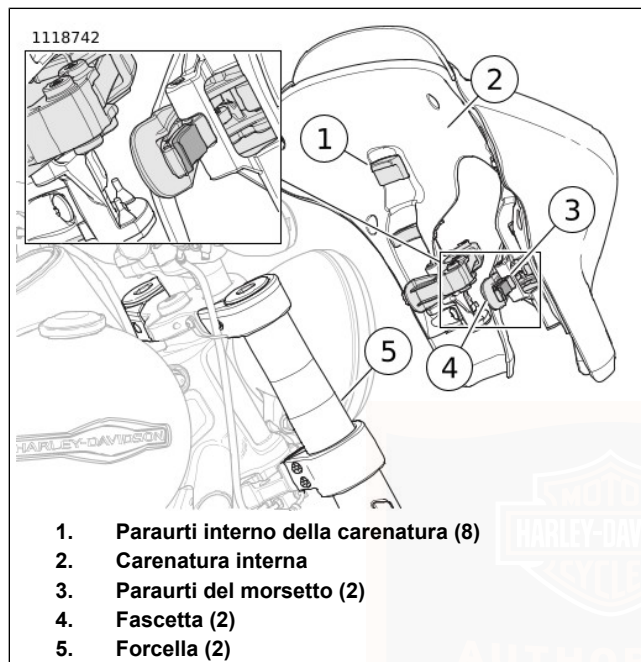

Figura 38. Morsetti della carenatura
1. Vedere Figura 38. Controllare la carenatura.
- Verificare che i paraurti della carenatura interni (1) e i paraurti del morsetto (3) siano posizionati correttamente, puliti e in buone condizioni.
- Aprire e chiudere i morsetti (4) per verificare che siano in ordine e funzionanti.